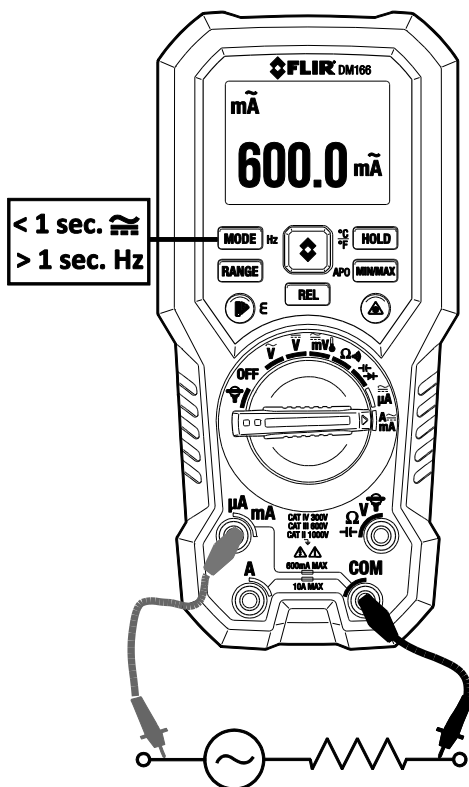

Fig. 6-9 Eksempel på strømmåling
4. Tilslut sondeledningerne parallelt med den del eller det kredsløb, der testes. **Fig. 6-9** viser et typisk opsætningseksempel.